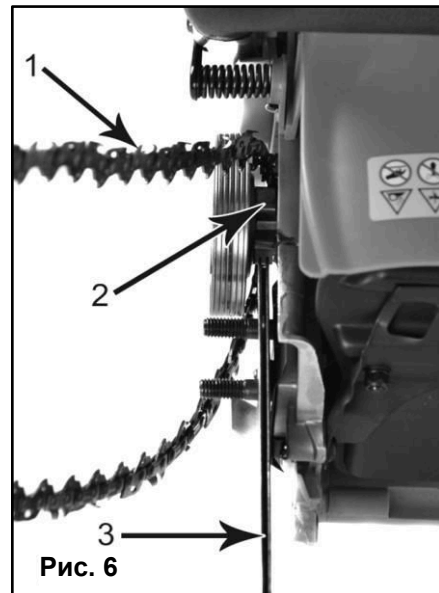

Рис. 6
- Наденьте цепь (1) на ведущую звездочку (2) позади муфты сцепления. Убедитесь, что звенья встали между зубчиками звездочки (См. Рис.6).
- Вставьте ведущие звенья в канавку шины (3) и обведите цепь вокруг концевой части шины (См. Рис.6). Цепь будет немного свешиваться с нижней части шины.